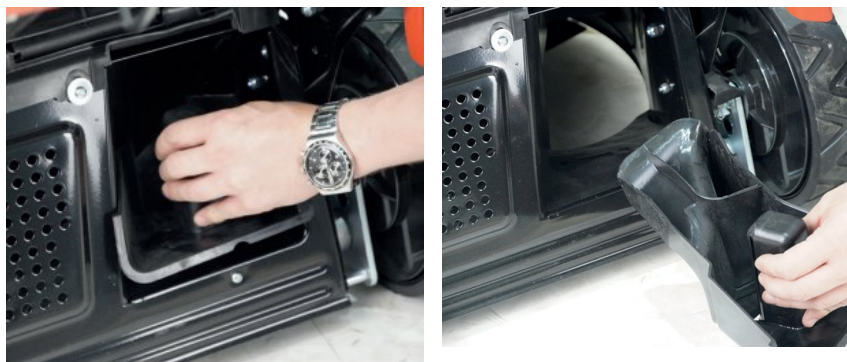

Рис. 5 Заглушка для мульчирования
1.Если работа газонокосилки в режиме мульчирования не планируется – извлеките заглушку для мульчирования из деки газонокосилки. Для этого поднимите заднюю крышку деки и извлеките заглушку (Рис. 5). Если планируется работа газонокосилки в режиме мульчирования – заглушку не извлекайте.